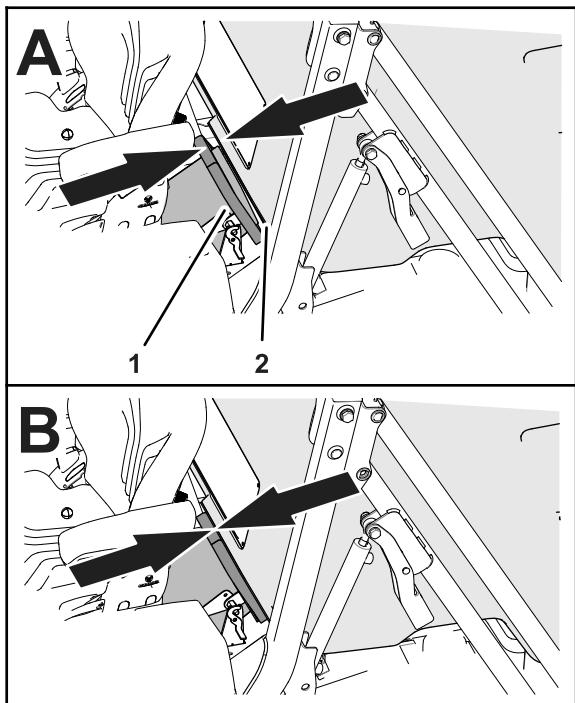

図 109
3. ホッパーの前後位置を調整してホッパーの入り口をシートシールに合わせる図 109。